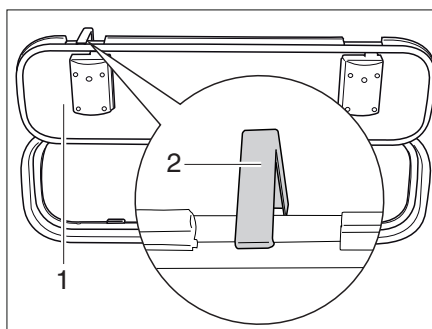

Fig. 59 Gancio di fermo sportello esterno
- Aprire lo sportello esterno (Fig. 59,1) e ruotare verso l'alto il gancio di fermo (Fig. 59,2) sulla parete del veicolo.
- Spingere il gancio di fermo (Fig. 59,2) verso l'alto.